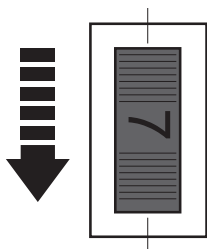

Fig. 13
- > Gire el selector de velocidad (15) hacia un número mayor para incrementar la velocidad (Fig. 13). Un ajuste mayor es adecuado cuando se utilizan útiles de fresado de gran diámetro o se trabaja en materiales duros como la madera.